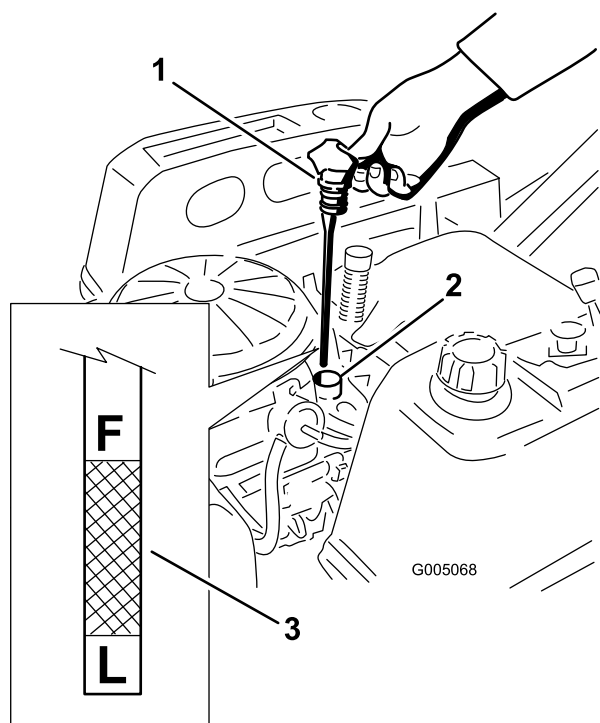

Figure 25
4. Sortez le bouchon de remplissage/jauge de niveau d'huile et l'essuyer sur un chiffon. Remettez la jauge en place en l'enfonçant au maximum (Figure 25).
- Sortez de nouveau la jauge et contrôlez le niveau d'huile. (Figure 25).
- Enlevez le bouchon de vidange d'huile (Figure 26). Enlevez le bouchon de remplissage/la jauge (Figure 25).
13. Versez avec précaution environ 80 % de la quantité d'huile spécifiée dans le goulot de remplissage (Figure 25)
14. Remettez fermement en place le bouchon de remplissage/la jauge d'huile (Figure 25).
15. Vérifiez le niveau d'huile (Figure 25) (voir Contrôle du niveau d'huile).
17. Remettez fermement en place le bouchon de remplissage/la jauge d'huile (Figure 25).